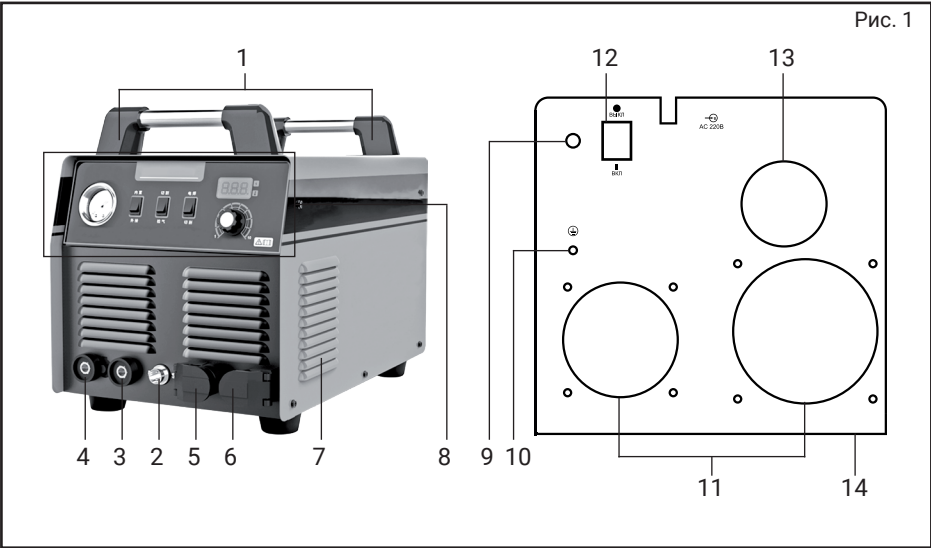
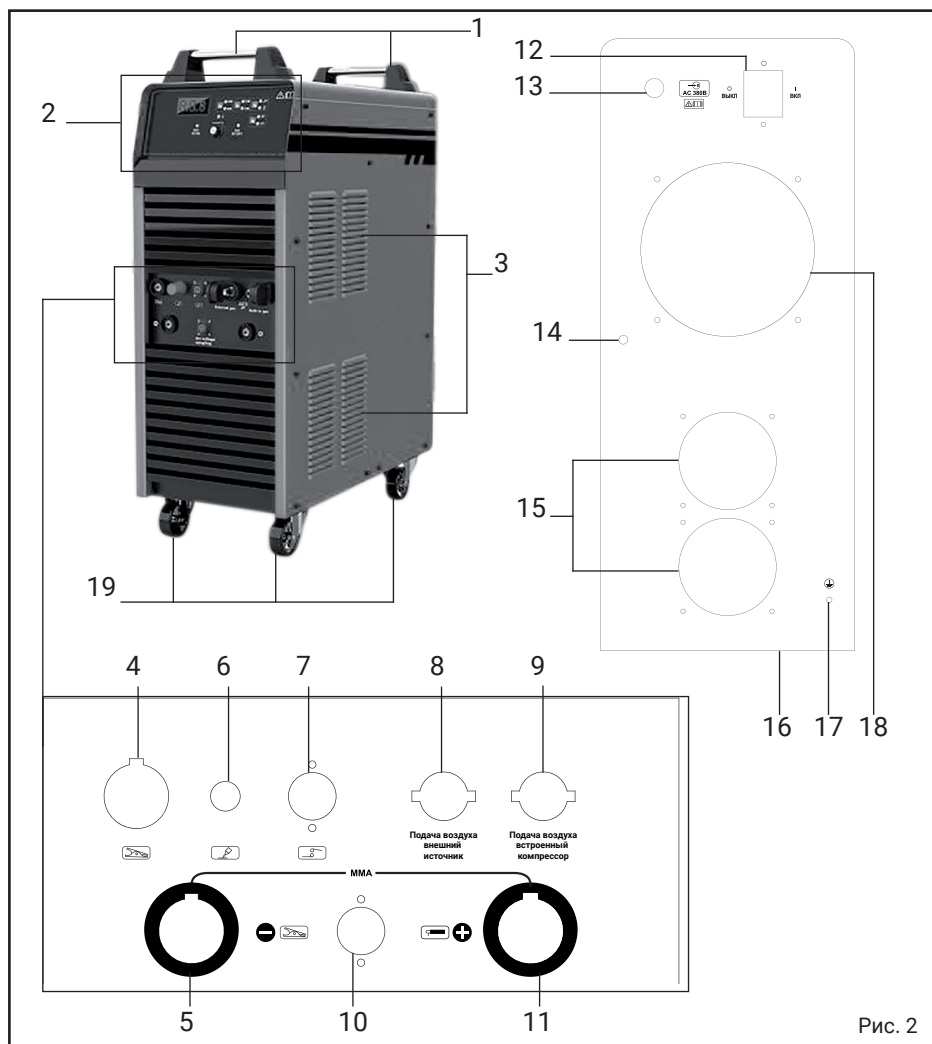
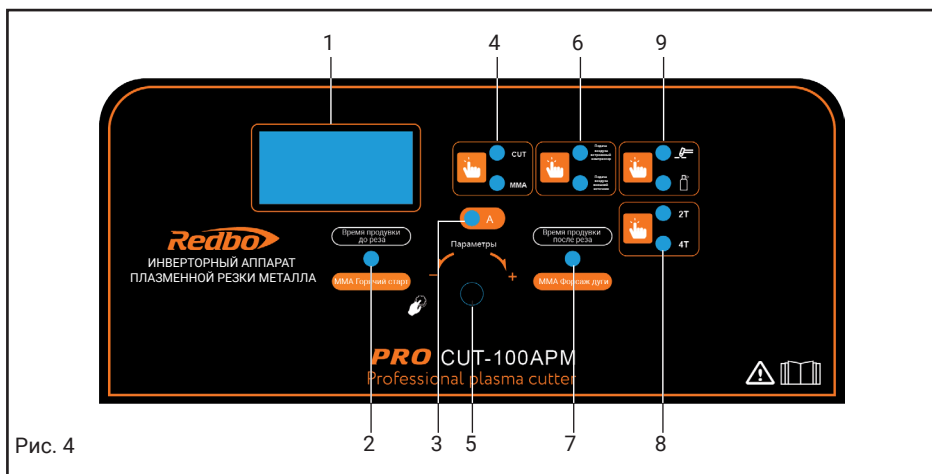

Рис. 1
Рис. 2
Рис. 4
4.1 Основные функции и внешний вид плазмореза представлены на (Redbo PRO CUT-40APM на рис. 1), (Redbo PRO CUT-100APM на рис. 2).
1. рукоятки для переноски, 2. панель управления (более подробное описание на стр. 11, рис. 4), 3. вентиляционные отверстия, 4. разъем подключения силового кабеля с зажимом (CUT), 5. разъем «-» подключения силового кабеля с зажимом (MMA), 6. разъем подключения горелки, 7. разъем подключения горелки, 8. разъем подключения резака к внешнему источнику воздуха, 9. разъем подключения резака к внутреннему компрессору, 10. разъем подключения к цифровому управлению, 11. разъем «+» подключения силового кабеля с электрододержателем, 12. выключатель, 13. шнур электропитания, 14. штуцер подключения внешнего источника воздуха, 15. вентиляторы охлаждения компрессора, 16. задняя панель плазмореза, 17. клемма заземления, 18. вентилятор охлаждения силового блока, 19. колеса для удобства перемещения.
4.2 Инверторный аппарат плазменной резки металла с функцией сварки MMA **Redbo PRO CUT-40APM** выполнен в металлическом корпусе с вентиляционными отверстиями (рис.1, поз. 7) на боковых и передней панелях, снабжен вентиляторами охлаждения встроенного компрессора и силового блока (рис. 1, поз. 11), в передней части плазмореza находятся разъемы для подключения силовых проводов для сварки **MMA** (рис. 1, поз. 4, 3) и разъемы подключения резака для плазменной резки **CUT**, а также разъемы для подключения к источникам сжатого воздуха, к внешнему источнику (рис. 1, поз. 5) и к встроенному компрессору (рис. 1, поз. 6). На панели управления (рис. 1, поз. 8) расположены основные органы управления, информативный дисплей и манометр контроля давления воздуха. Для подключения внешнего источника воздуха на задней панели плазмореza предусмотрен специальный штуцер (рис.1, поз. 9), кнопка включения плазмореza (рис. 1, поз. 12) и клемма заземления (рис.1, поз.10).
4.3 Инверторный аппарат плазменной резки металла с функцией сварки MMA и возможностью подключения к цифровому управлению **Redbo PRO CUT-100APM** выполнен в металлическом корпусе с вентиляционными отверстиями (рис.2, поз. 3) на боковых и передней панелях, снабжен вентиляторами охлаждения встроенного компрессора (рис. 2, поз. 15) и силового блока (рис. 2, поз. 18), в передней части плазмореza находятся разъемы для подключения силовых проводов для сварки **MMA** (рис. 2, поз. 5, 11) и разъемы подключения резака для плазменной резки **CUT** (рис. 2, поз. 6, 7), разъем для подключения к цифровому управлению (рис. 2, поз. 10), а также разъемы для подключения к источникам сжатого воздуха, к внешнему источнику (рис. 2, поз. 8) и к встроенному компрессору (рис. 2, поз. 9). На панели управления (рис. 2, поз. 2) расположены основные органы управления:
Для подключения внешнего источника воздуха на задней панели плазмореza предусмотрен специальный штуцер (рис.2, поз. 14), кнопка включения плазмореza (рис. 2, поз. 12) и клемма заземления (рис.2, поз.17). Для удобства перемещения в данной модели предусмотрены рукоятки (рис.2, поз. 1) и колеса (рис.2, поз. 19).
- силовой провод с электродержателем должен подключаться к разъему «+» (рис.1 поз. 3), за исключением случаев использования кислотных электродов (перед подключением необходимо ознакомиться с информацией на упаковке с электродами);
- силовой провод с зажимом подключается к разъему «-» (рис.1 поз. 4), а зажимом крепиться как можно ближе к месту сварки.
- подключение к разъему с источником сжатого воздуха (рис. 1, поз. 5 или 6);
- подключение к разъему управления резаком (рис. 1, поз. 2).
- подключение силового провода с зажимом подключается к разъему «-» (рис. 1 поз. 4)
- силовой провод с электродержателем должен подключаться к разъему «+» (рис.2 поз. 11), за исключением случаев использования кислотных электродов (перед подключением необходимо ознакомиться с информацией на упаковке с электродами);
- силовой провод с зажимом подключается к разъему «-» (рис. 2 поз. 5), а зажимом крепиться как можно ближе к месту сварки.
- подключение к разъему с источником сжатого воздуха (рис. 2, поз. 8 или 9);
- подключение к разъему управления резаком (рис. 2, поз. 7).
- подключение к разъему заземления (рис. 2, поз. 6).
подключение силового провода с зажимом подключается к разъему «-» (рис.2 поз. 4)
Наличие у инверторного плазмореза встроенного воздушного компрессора помогает эффективно выполнять работы по резке металла в условиях отсутствия дополнительного источника сжатого воздуха, все что необходимо для работы это питающая сеть с необходимыми параметрами. Также на задней панели расположен штуцер (**Redbo PRO CUT-40APM** рис.1, поз. 9) (**Redbo PRO CUT-100APM** рис. 2, поз. 14) для подключение внешнего источника воздуха, после подключения выберите необходимый источник переводя переключатель(рис. 3, поз. 2) в соответствующее положение.
- включите сварочный аппарат переведя кнопку (рис.1, 2, поз. 12) в положение «вкл.», при этом загорится индикатор (рис. 3, поз. 8) на информативном дисплее ((**CUT-40APM** рис. 3, поз. 5) (**CUT-100APM** рис. 4, поз. 1));
- установите величину сварочного тока регулировкой (для модели: **CUT-40APM** (рис. 3 поз. 6)) в зависимости от свариваемого материала и диаметра используемых электродов. (для модели: **CUT-100APM** необходимо выбрать режим установки сварочного тока нажатием на универсальный регулятор (рис. 4, поз. 5) пока не загорится индикация (рис.4, поз. 3), после чего прокруткой регулятора (рис. 4, поз. 5) установить необходимую
- настройка параметров функции **«Горячий старт»**, обеспечивает увеличение сварочного тока в момент касания электродом детали (момент поджига дуги). Она позволяет значительно облегчить начало сварочного процесса и обеспечить легкое возбуждение дуги. Благодаря этой функции происходит быстрый разогрев торца электрода и ускоренное формирование сварочной ванны. Эта функция помогает правильно сформировать начальный участок шва, избежать характерных усилений или излишней выпуклости шва, повысить глубину проплавления, измельчить капли расплавленного электродного металла. Для настройки необходимо нажать на универсальный регулятор (рис.4, поз. 5) пока не загорится соответствующий индикатор (Горячий старт (рис. 4, поз. 2)), после чего выбрать необходимое значение прокруткой регулятора (по или против часовой стрелке)(рис. 4, поз. 5), текущее значение высветится на информативном дисплее (рис. 4, поз. 1).
- настройка параметров функции **«Форсаж дуги»**, обеспечивает стабилизацию сварочной дуги в нестабильных условиях сварочного процесса и исключает возможность прожога при сваривании тонкого металла. Для настройки необходимо нажать на универсальный регулятор (рис.4, поз. 5) пока не загорится соответствующий индикатор (Форсаж дуги (рис. 4, поз. 7)), после чего выбрать необходимое значение прокруткой регулятора (по или против часовой стрелке)(рис. 4, поз. 5), текущее значение высветится на информативном дисплее (рис. 4, поз. 1).
- включите инверторный плазморез переведя кнопку (рис.1, 2, поз. 12) в положение «вкл.», при этом загорится индикатор (рис. 3, поз. 8) на информативном дисплее (рис. 3, поз. 5);
- выберите источник сжатого воздуха ((**CUT-40APM** рис. 3, поз. 2) (**CUT-100APM** рис. 4, поз. 6)) встроенный компрессор или внешний источник;
- установите рабочий ток ((**CUT-40APM** рис. 3, поз. 6) (**CUT-100APM** рис. 4, поз. 5));
- Проверьте давление воздуха ((**CUT-40APM** рис. 3, поз. 3) (**CUT-100APM** рис. 4, поз. 9)), а затем выберите режим резки (этой же настройкой);
- настройка время продувки до и после реза, для выбора настройки необходимо нажать на универсальный регулятор (рис.4, поз. 5) пока не загорится соответствующий индикатор (продувка до реза (рис. 4, поз. 2)), (продувка после реза (рис. 4, поз. 7)), после чего выбрать необходимое значение прокруткой регулятора (по или против часовой стрелке)(рис. 4, поз. 5), текущее значение высветится на информативном дисплее (рис. 4, поз. 1).